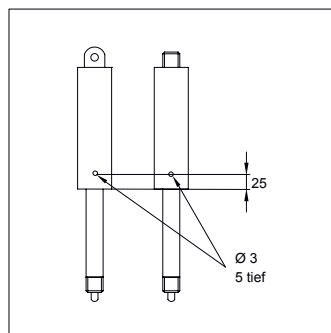

Bild 3 - Absolut starr blockierbare Gasfeder (Type X)
- 3) Absolut starr blockierbare Gasfeder (Type X): Bohrung gemäß Bild 3 ca. 25mm an der Führung ausgesägt/-gebohrt werden, sonst besteht die Gefahr dass Öl schlagartig durch die erzeugte Öffnung entweicht.